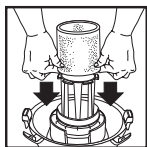

FIGURE 27
42. Avec le couvercle du réservoir dans une position renversée, glissez le manchon en mousse vers le bas, au-dessus du couvercle en tirant jusqu'à ce que le manchon en mousse couvre complètement le couvercle. **FIGURE 27.**